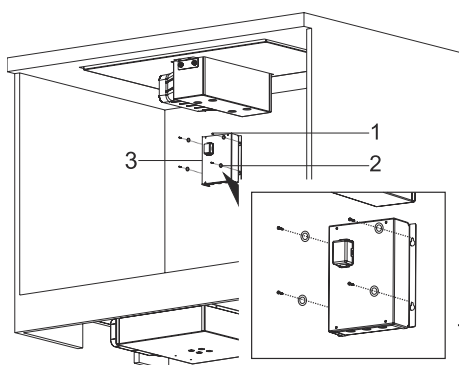

Fig. 13
- 6.** Montér nu styreboksen inde i skabet og brug 4 x M4 & 4 x 3,9x22 skiver og skruer dertil (Fig. 13).